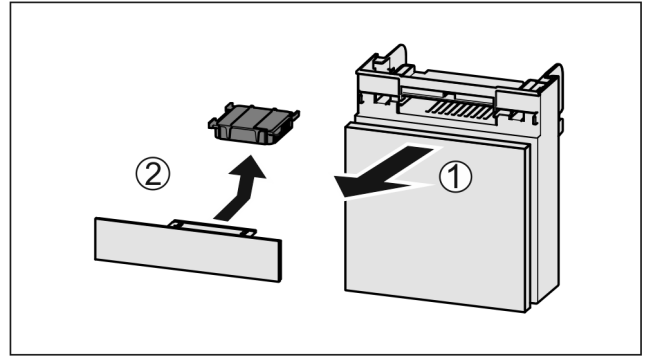

Fig. 36
- Zásuvku vytáhněte dopředu Fig. 36 (1).
- Filtr s aktivním uhlím vyjměte Fig. 36 (2).